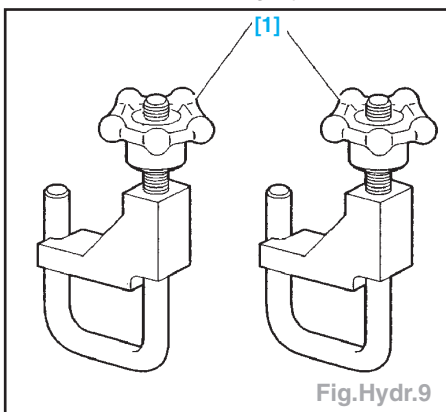

Fig.Hydr.9
- Outils nécessaires (Fig.Hydr.9) :